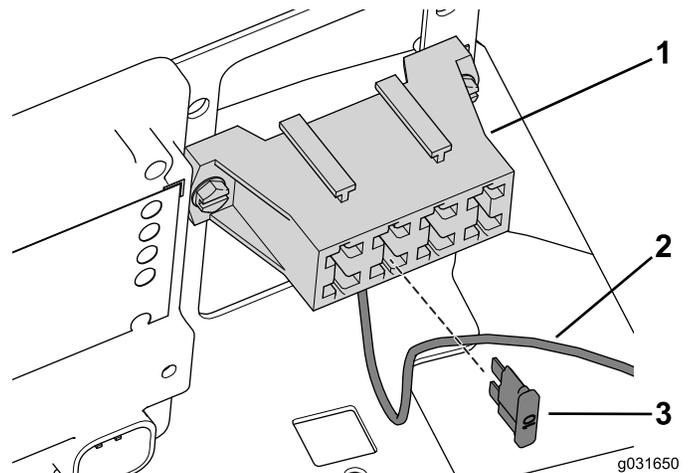

Bild 51
2. Schließen Sie das Kabel für den Kabinenstrom an einer unbesetzten Stelle am Sicherungsblock an (Bild 51).
3. Setzen Sie eine 10-A-Sicherung in den Schlitz mit dem Kabel ein (Bild 51).